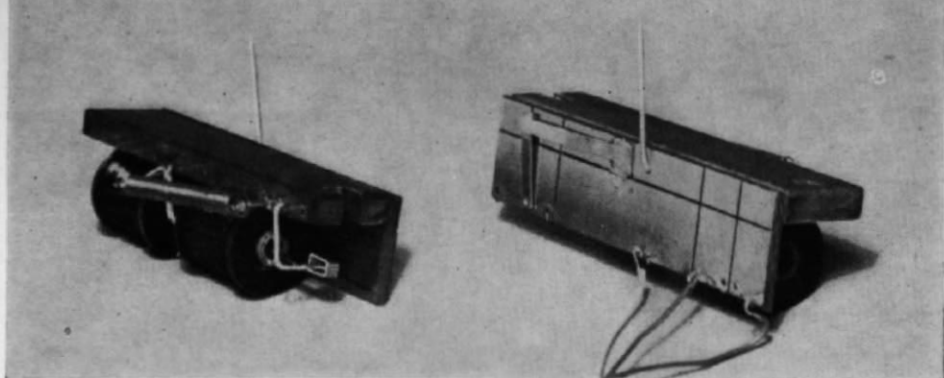

Abb. 1. Vorder- und Rückansicht eines fertigen Antriebs mit der Durchführung des Stelldrahts durch die Pertinax- und die kupferkaschierte Platte.
Die Konstruktion dieses nach mehreren Versuchen entwickelten Selbstbau-Antriebs ist relativ einfach und leichtgewichtig (Abb. 1). Als Basis dient ein Stück Pertinaxplatte von 4x12x60 mm (Pos. 1 in Abb. 6), auf das rechtwinklig ein mit Kupfer kaschiertes Plättchen von 16x60 mm geklebt wird; auf diesem Plättchen ist die Kupferschicht in 10 elektrisch voneinander isolierte Abschnitte unterteilt, quasi wie eine gedruckte Schaltung (2).